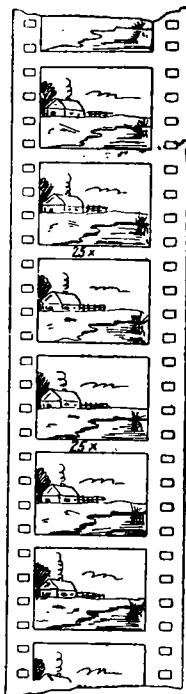

Рис. 2. Схема двухметровой стартовки фильмокопии
1. Двухметровая стартовка — последовательная нумерация через каждые два метра, начиная со стандартного ракорда до конца части. Эти номера пишутся в межкадровом промежутке со знаком «х» для отличия от студийной стартовки. Каждый номер повторяется дважды, с интервалом в 1 кадр (рис. 2). Двухметровая стартовка позволяет органам проката проверять метраж каждой части без метромера.